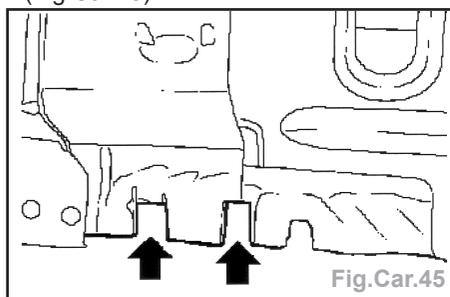

Fig.Car.45
- Scier au carré les perçages existants (Fig.Car.45).